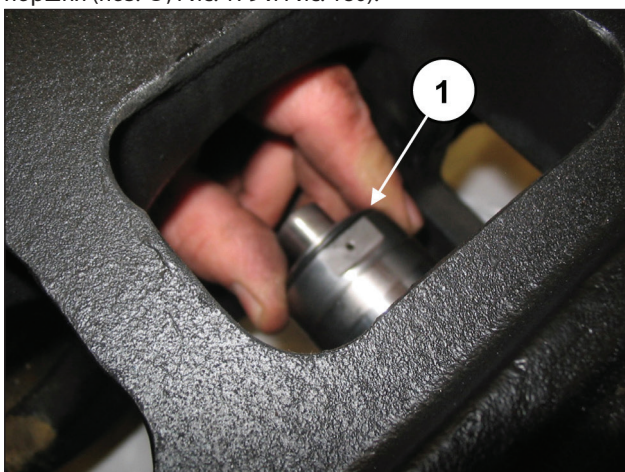
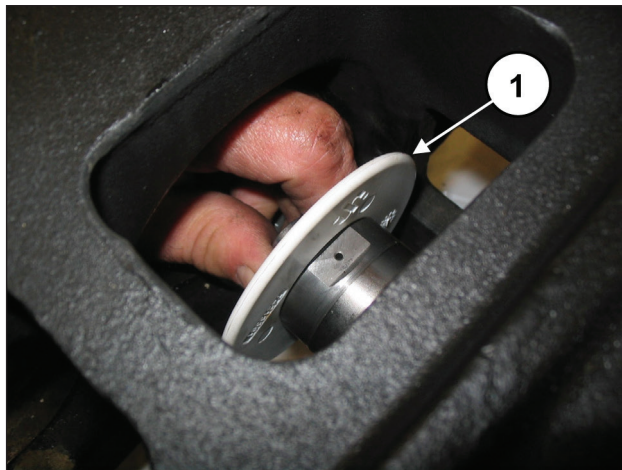

Рис. 179
Рис. 180
Откалибруйте винты динамометрическим ключом, как указано в разделе 3. Установите брызгозащитное кольцо вместе с уплотнительным кольцом в гнездо на направляющей поршня (поз. ①, Рис. 179 и Рис. 180).